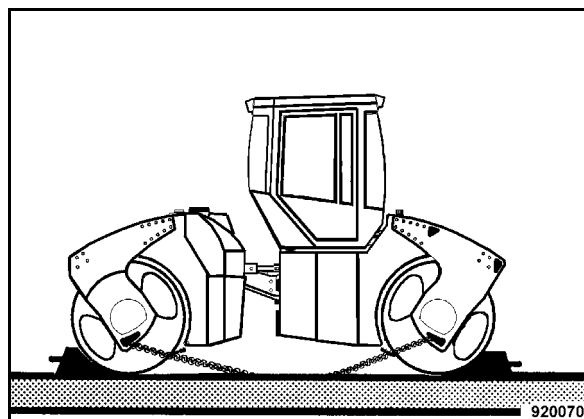

Fig. 118
- Rizzare la macchina sul mezzo di trasporto fissando le cinghie di rizzatura (Fig. 118) al sostegno anteriore e posteriore.